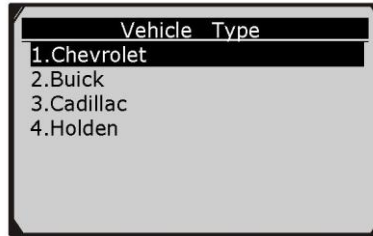

Рисунок 6-5
- 4) Выберите марку конкретного автомобиля в меню **Vehicle Type [Тип автомобиля]**. См. рисунок 6-5.